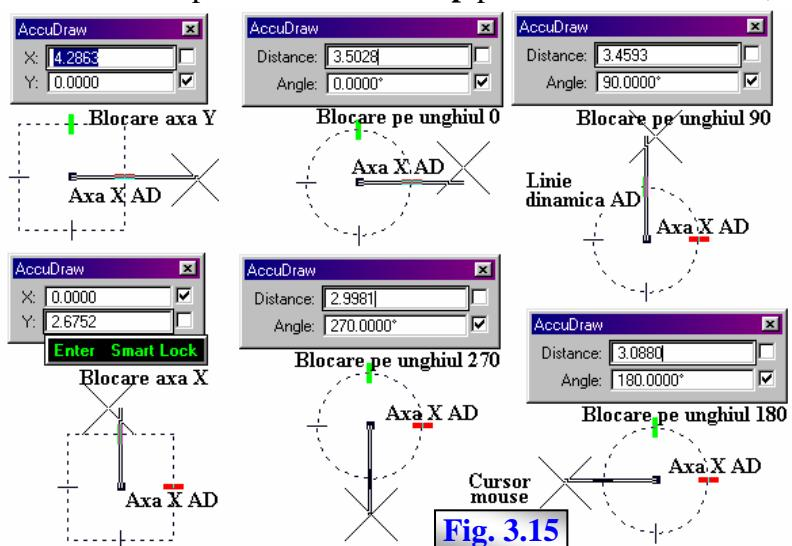

Fig. 3.15
- posibilitatea de blocare/deblocare intelligentă a valorilor în câmpurile ferestrei AD, prin intermediul tastei „Enter”, vezi fig. 3.15 și linia corespunzătoare tastei „Enter” din tabelul 3.1 (& 3.2.4); efectul acestei acțiuni este activarea/dezactivarea controalelor asociate câmpurilor, iar, pentru cazul blocării, limitarea mișcării cursorului mouse numai pe direcția pe care este blocată linia dinamică a AD, facilitând astfel plasarea unui punct prin introducerea distanței în câmpul neblocat al ferestrei AD sau prin identificare snap pe un element existent;